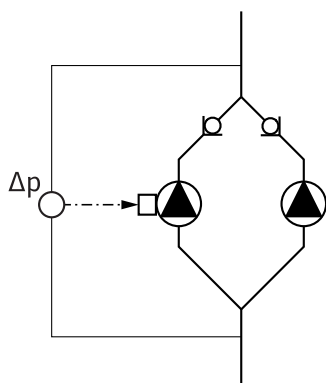

Fig. 13: Exempel, anslutning
- I exemplet i Fig. 13 är masterpumpen den vänstra pumpen i flödesriktningen. På den pumpen ansluts differenstrycksgivaren. Mätpunkterna på masterpumpens differenstrycksgivare måste ligga i samlingsröret på sug- och trycksidan på tvillingpumpanläggningen (Fig. 13).